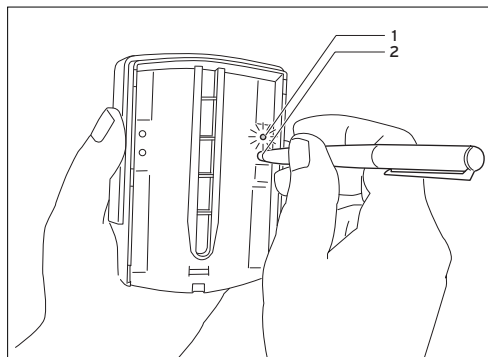

Fig. 3.6 Poner en marcha el sensor exterior vía radio
⇒ Active el sensor exterior vía radio, accionando, p. ej. con un pasador, en la parte trasera el pulsador (2, fig. 3.6). El LED verde (1, fig. 3.6) se enciende de 2 a 30 segundos.
- ⇒ Extraiga el regulador vía radio del zócalo de pared. Para hacerlo, introduzca un destornillador en las dos lengüetas de encastre (flechas de la Fig. 3.6).